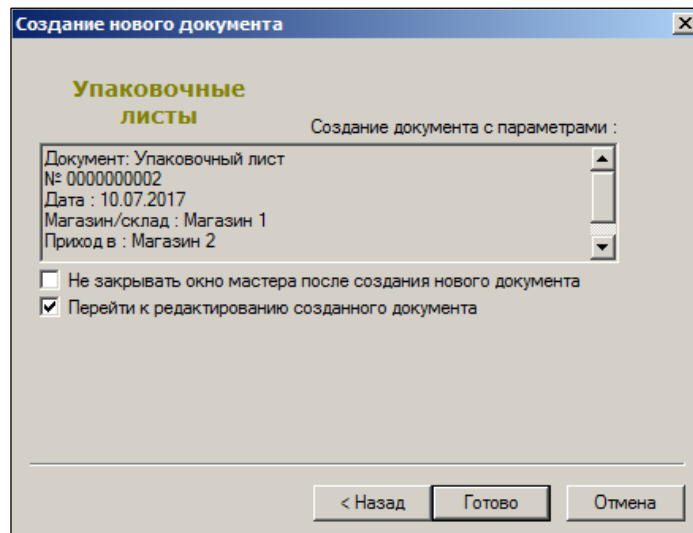

Рисунок 143 – Создание упаковочного листа (3)
4. Для перехода к редактированию документа установить флаг **Перейти к редактированию созданного документа** (Рисунок 143):